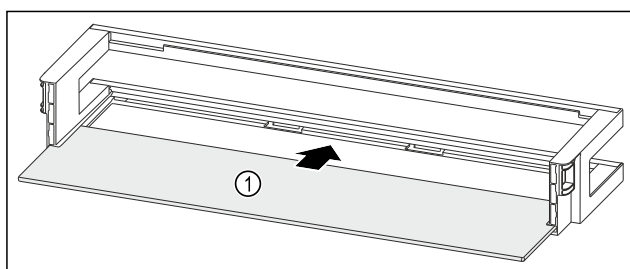

Fig. 98 Dveřní přihrádka s odkládací plochou
- Odkládací plochu Fig. 98 (1) zasuněte do bočních vybrání.